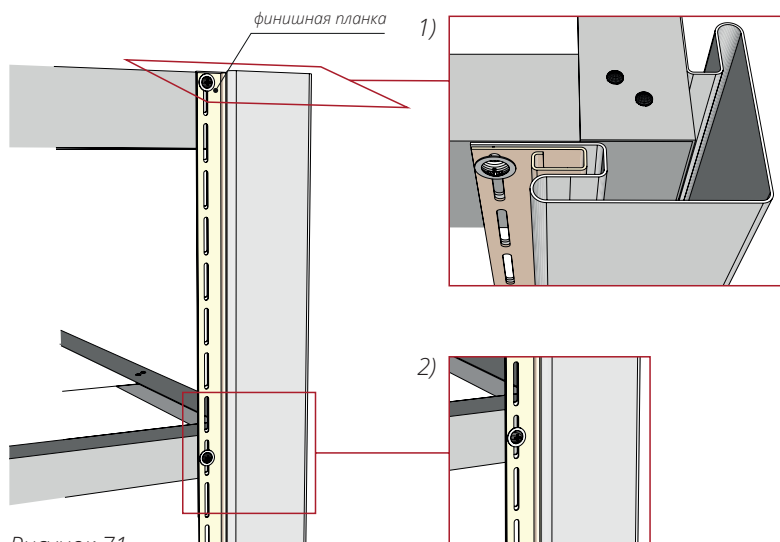

Рисунок 71
- 14.3** Монтаж стены заканчивается наружным или внутренним углом. На смонтированном доборном элементе примерьте финишную планку, совместив верхние перфорации наружного угла и финишной планки, чтобы они совпадали. При необходимости финишная планка подрезается по высоте. Выкрутите саморез и зафиксируйте этим же саморезом в то же отверстие финишную планку и наружный угол, совместив перфорационные отверстия этих доборных элементов (рис. 71, 71.1). Монтаж должен проходить согласно общим правилам монтажа.